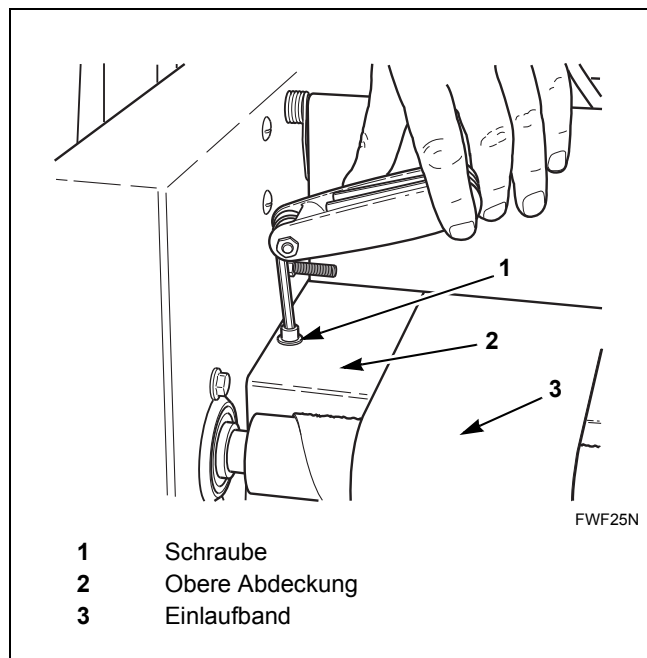

Abbildung 26
5. Entfernen Sie die Schraube von der linken Seite der oberen Abdeckung (hinter der Einlaufrolle). Siehe *Abbildung 26*.